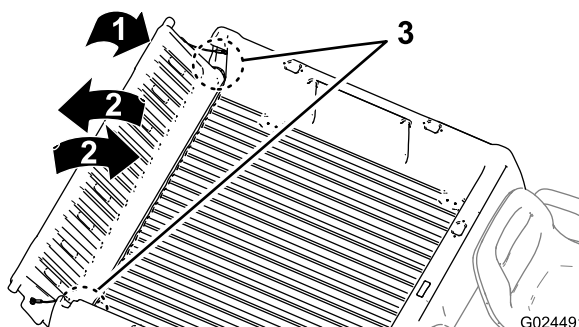

図 12
2. テールゲートを 45°程度の角度にする 図 12。
3. この位置から、テールゲートを小刻みに前後に振るように数回往復させる 図 12。